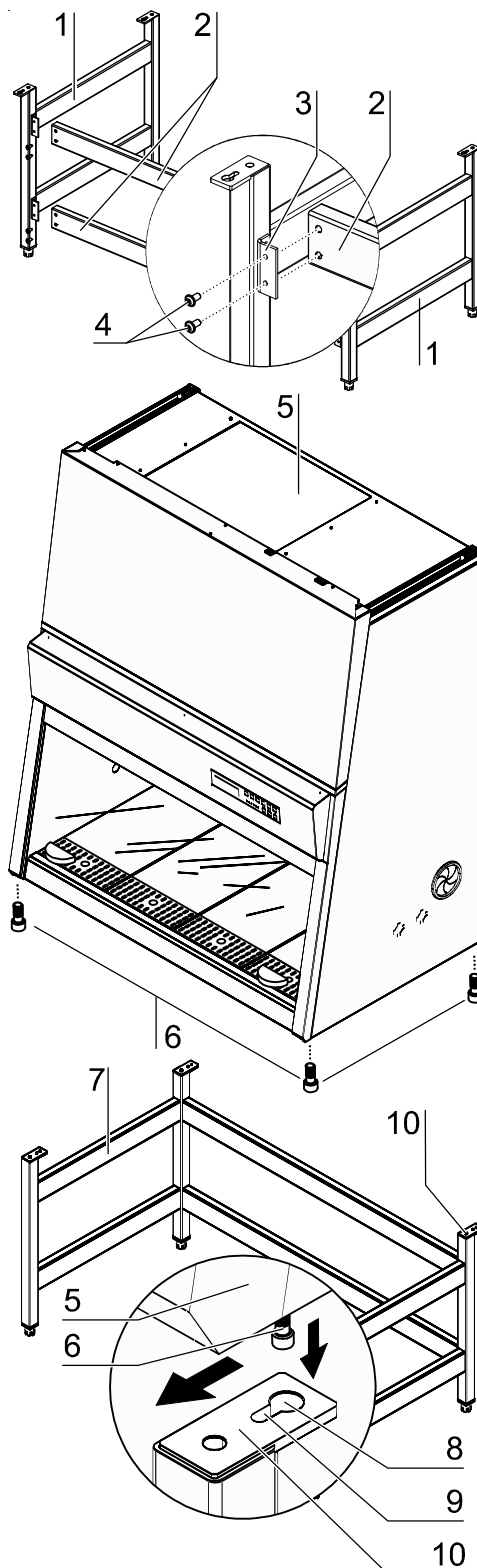

Fig. 10
1. **Fig. 10:** Deslizar ambos travesaños [2] sobre los ángulos de sustentación [3] de las partes laterales [1]. Atornillar los travesaños con los tornillos [4] a ambas partes laterales.